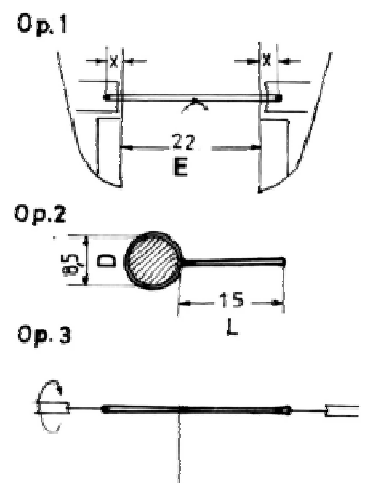

Abb. 8: Herstellung der Hanger (Op. 1-3). $E = Dx1,57 + L - 2x$.
- b) ist die Komplettierung ein Einfädeltvorgang am Modell. Der Hanger selbst ist ein Element, das überall in ungefähr der gleichen Form auftritt und somit einige Beachtung verdient. Seine spezifischen Merkmale sind der Schlaufendurchmesser um die Rah und die Länge. Die Operationenfolge (Abb. 8): Abb. 8: Herstellung der Hanger (Op. 1-3). $E = D \times 1,57 + L - 2x$.